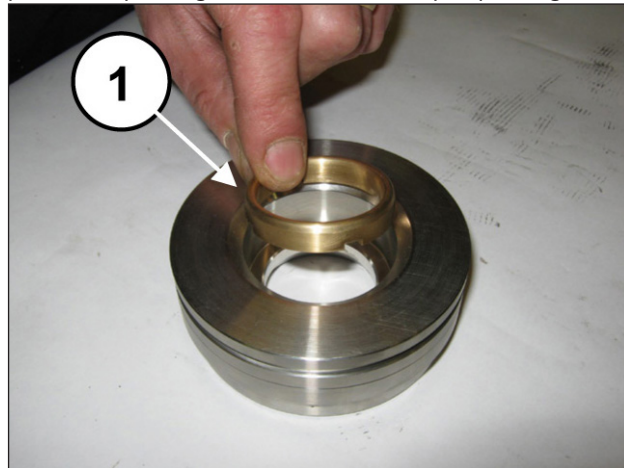
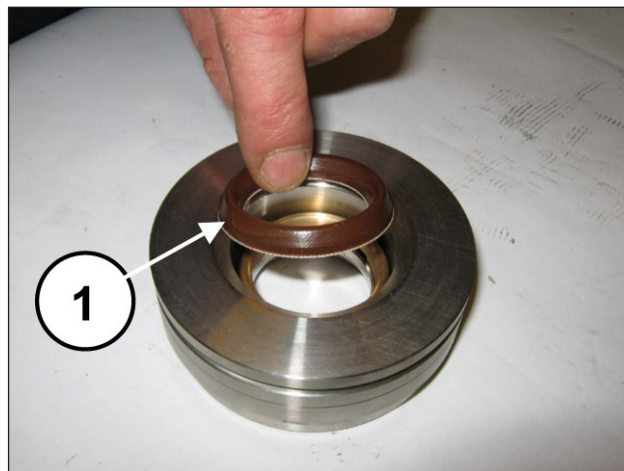
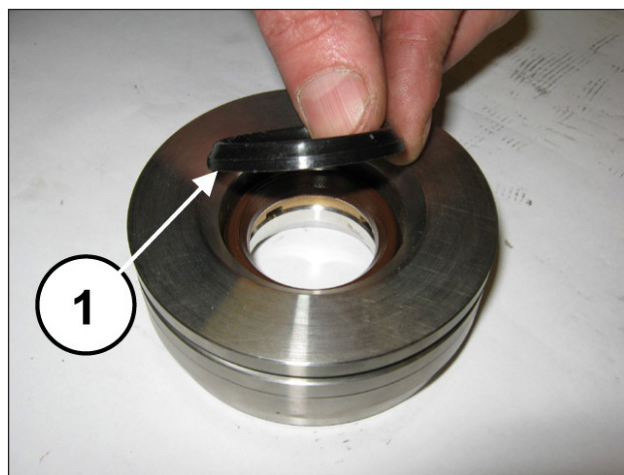

Fig. 178
Fig. 179
Fig. 180
Monter la bague de tête (rep. ①, Fig. 178), le joint haute pression (rep. ①, Fig. 179) et l'anneau restop (rep. ①, Fig. 180).